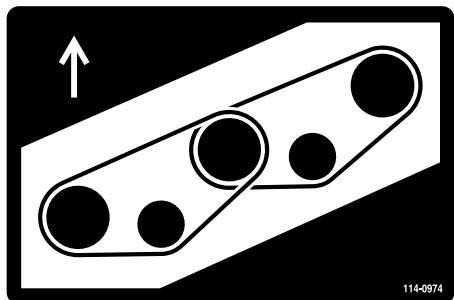
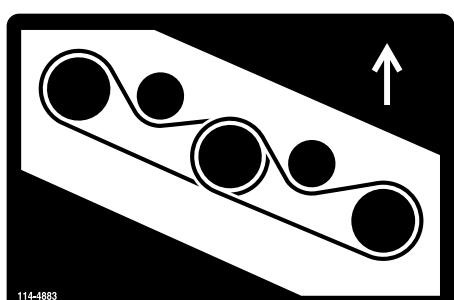

Figure 118
Figure 119
7. Installez la courroie neuve autour des poules d'axe et de la poulie de tension (Figure 118 et Figure 119).